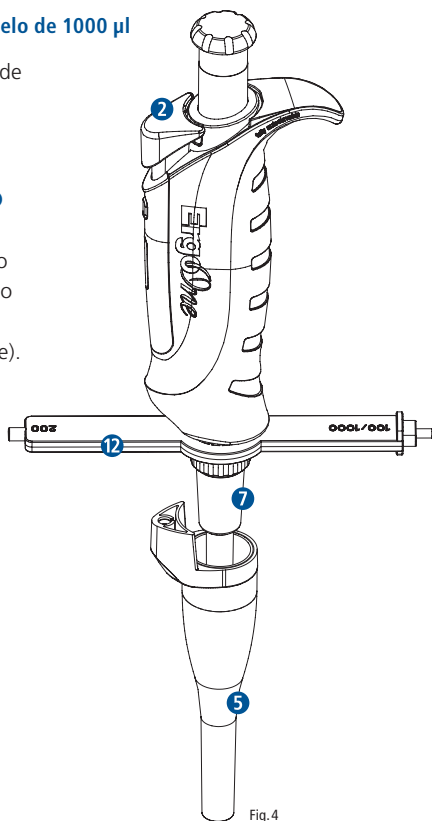

Fig.4
- Presione completamente el botón de expulsión **2** y tire del casquillo de expulsión de puntas **5** hacia abajo (Fig. 4).